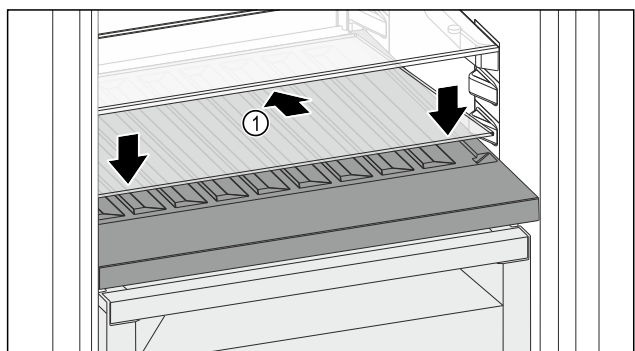

Fig. 153
- ▶ 向后下方倾斜放置玻璃隔板 Fig. 153 (1)。
- ▶ 放低玻璃隔板 Fig. 153 (1) 前部。